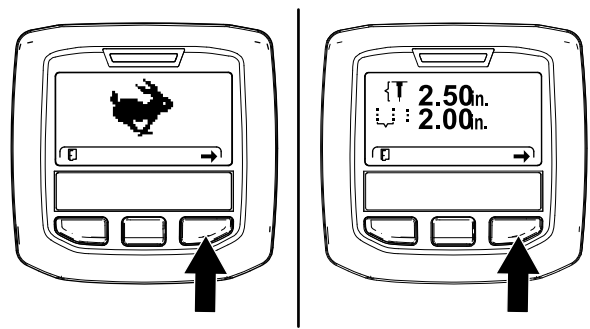

Рисунок 45
**Примечание:** Появится экран режима ТРАНСПОРТИРОВКА или экран режима АЭРАЦИЯ (Рисунок 45).